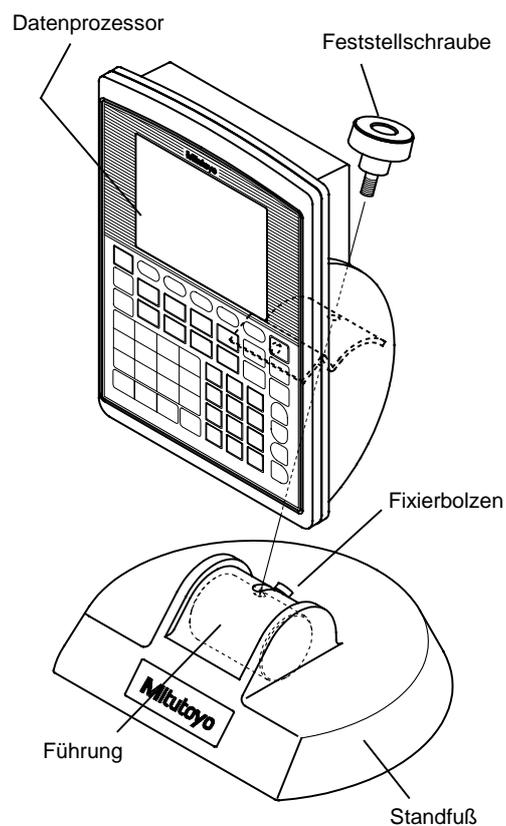

Abb. 2-2
- 2) Setzen Sie den Datenprozessor nun auf den Fuß und halten ihn fest, während Sie die Feststellschraube in die Bohrung auf dem Fuß eindrehen; siehe Abb. 2-2.